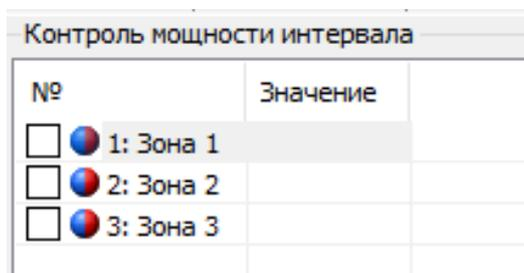

Рисунок 131 – Контроль мощности интервала
6.8.1.2 Функция контроля потребляемой активной мощности (нагрузки) настраивается в ПО *AdminTools* в разделе «*CEX08(IEC61107)* → *Конфигурация* → *Контроль сети и режимов потребления* → *Контроль мощности интервала*» (см. рисунок 131).
6.8.1.3 Для управления длительностью интервала контроля предусмотрен параметр «Интервал контроля мощности», значение которого выбирается из ряда: 1, 2, 3, 4, 5, 6, 10, 12, 15, 20, 30 или 60 мин. Данный параметр не зависит от интервала усреднения назначенного для профиля нагрузки. (см. рисунок 131). Данный параметр доступен ПО *AdminTools* в разделе «СEx08(IEC61107)→Конфигурация→Контроль сети и режимов потребления→Контроль мощности интервала».
6.8.1.6 Зоны контроля мощности имеют две копии активную (действующую) и пассивную (для редактирования с последующей активацией). Активация производится записью параметра «Активация зон» (см. рисунок 131).